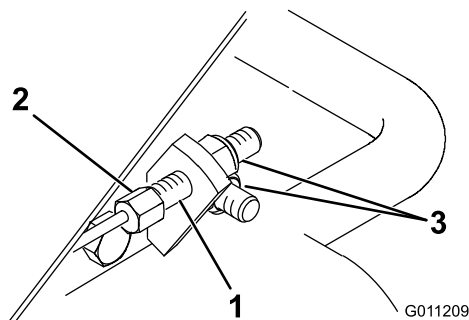

Figure 48
1. Pour tendre le câble, immobilisez son extrémité hexagonale avec une clé à fourche et agissez sur l'écrou avec une autre clé (Figure 48).